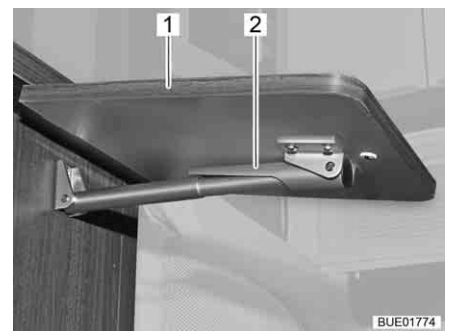

Bild 75 Thekenklapptisch, entriegelt
- Thekenklapptisch (Bild 75,1) leicht anheben. Mit der anderen Hand die Fixierung (Bild 75,2) an der Teleskophalterung nach oben drücken.